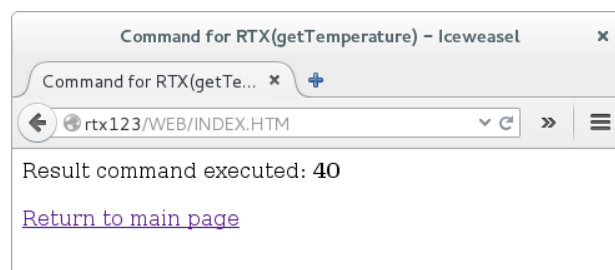
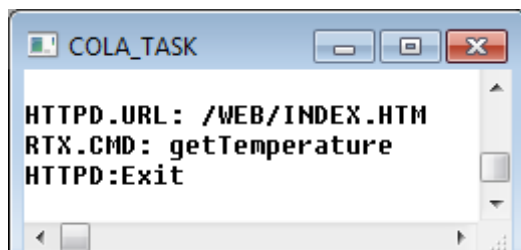

Figura 25: Execució comanda en RTX
Figura 26: Execució comanda en RTX(Debug RTX)
- Exemple d'execució de comanda RTX: L'execució de comandes en el mateix RTX permetrà prescindir de la comunicació SPI. Això es deu a que la comunicació no sortirà del mateix RTX. Un exemple per veure la temperatura que marca el chip, es pot veure en la Figura 25, mentre que el debug en RTX es pot veure en la Figura 26.